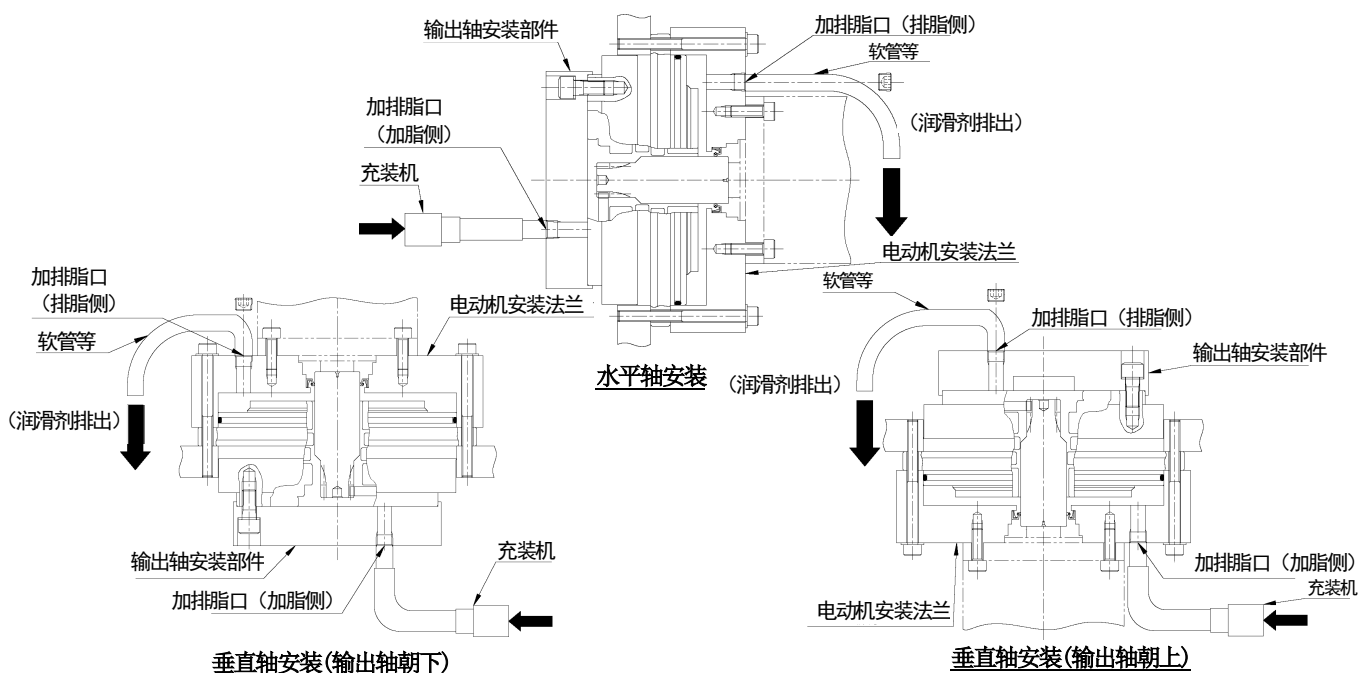

图 8-2
- 在图8-2中，根据订购的内容，减速机的形状有时会 and 插图存在差异。其形状请参照商品目录以及单独提交的外形尺寸图和交货规格书。
**步骤 4** • 在加排脂口处准备好注油嘴等之后，安装注油枪。(参照图8-2)